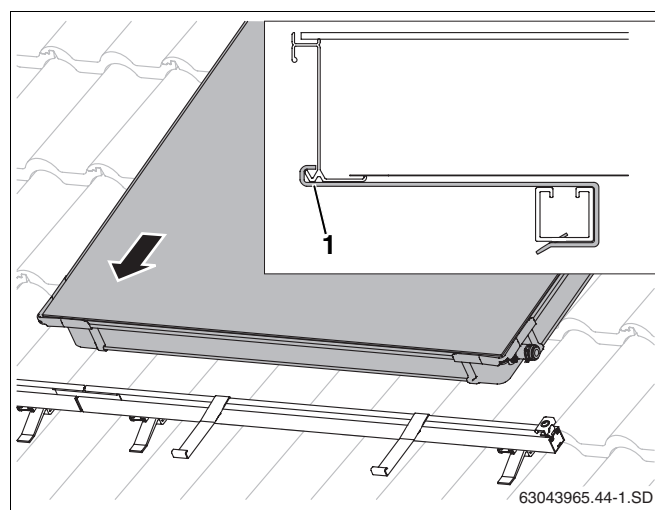

Рис. 43 Установка первого коллектора на профильные рейки
- Уложить первый коллектор на профильные рейки. Коллектор должен встать в крепления от сползания (рис. 43).
Нижний край коллектора должен войти в крепление от сползания (рис. 43, **поз. 1**).